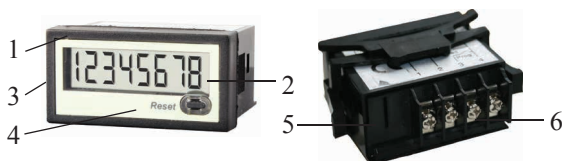

Рис. 1
- 1.2. Установите прибор в отверстие. С помощью крепления 1 (см. рис. 1) прибор также может быть установлен в щит.